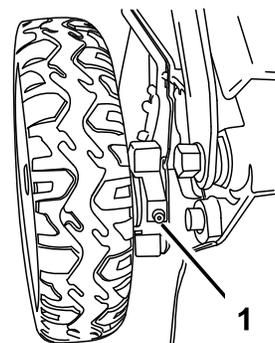

Figure 32
- Essuyez les graisseurs situés juste à l'intérieur des roues arrière avec un chiffon propre (Figure 32).